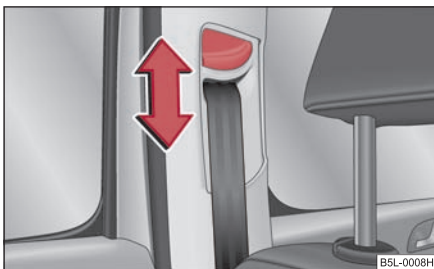

Fig. 5 Scaun față: Reglarea pe înălțime a centurii
- Împingeți dispozitivul în poziția dorită în sus sau în jos ⇒ fig. 5.